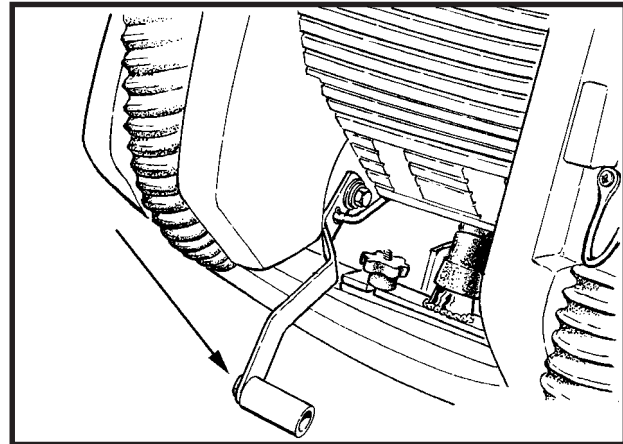

Abb. 12
2. Stellen Sie die Feststellbremse (wenn vorhanden) fest, indem Sie sie nach unten stellen. Siehe Abb.12. Vergewissern Sie sich, daß sich der Schlüsselschalter in der „AUS“-Stellung befindet.